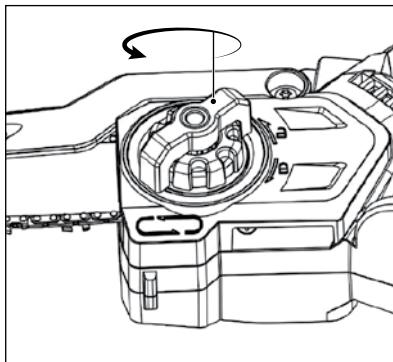

Рис. 1
- Поверните фиксатор шины против часовой стрелки, ослабляя соединение (рис. 1).